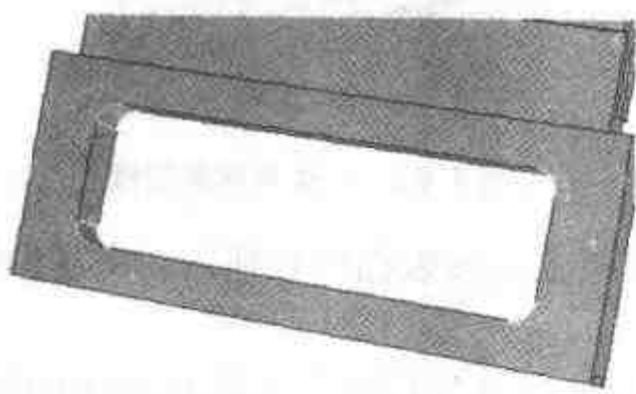

图 4.69 生成圆角过渡
- (15) 对新生成的孔类长方体的 4 个角做半径为 5 的圆角过渡, 结果如图 4.69 所示。